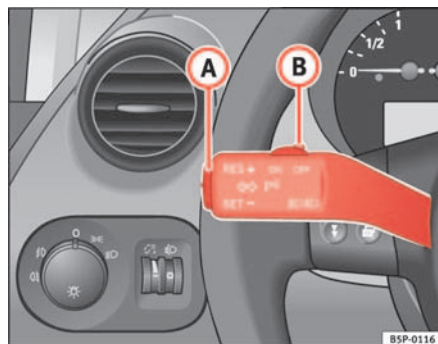

Fig. 142 Alavanca dos indicadores de direcção e máximos: comando e botão basculante para o regulador de velocidade
- Pressione a parte superior do interruptor basculante **RES** ⇒ fig. 142 **A** para aumentar a velocidade. Enquanto o interruptor basculante estiver a ser premido, o veículo é acelerado. Soltando o interruptor basculante, é memorizada a nova velocidade.
Se se reduzir a velocidade com o pedal do travão, desliga-se o controle da velocidade programada. Premindo uma vez a parte superior do interruptor basculante, pode retomar-se a regulação **RES+** ⇒ fig. 142 **A**.